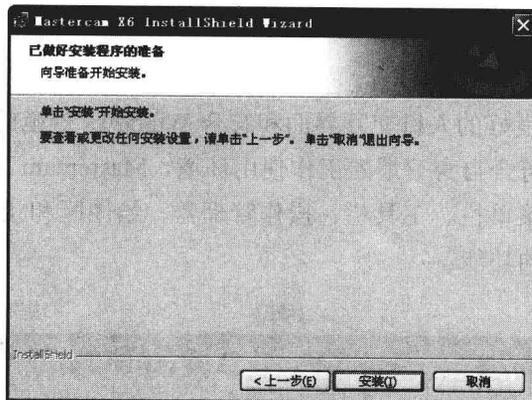

图 1-8 安装确认界面
STEP 08 用户可以点选“Metric (mm)”单选按钮，然后单击“下一步”按钮，出现如图 1-8 所示的安装确认界面，系统提示用户再一次确认是否安装。